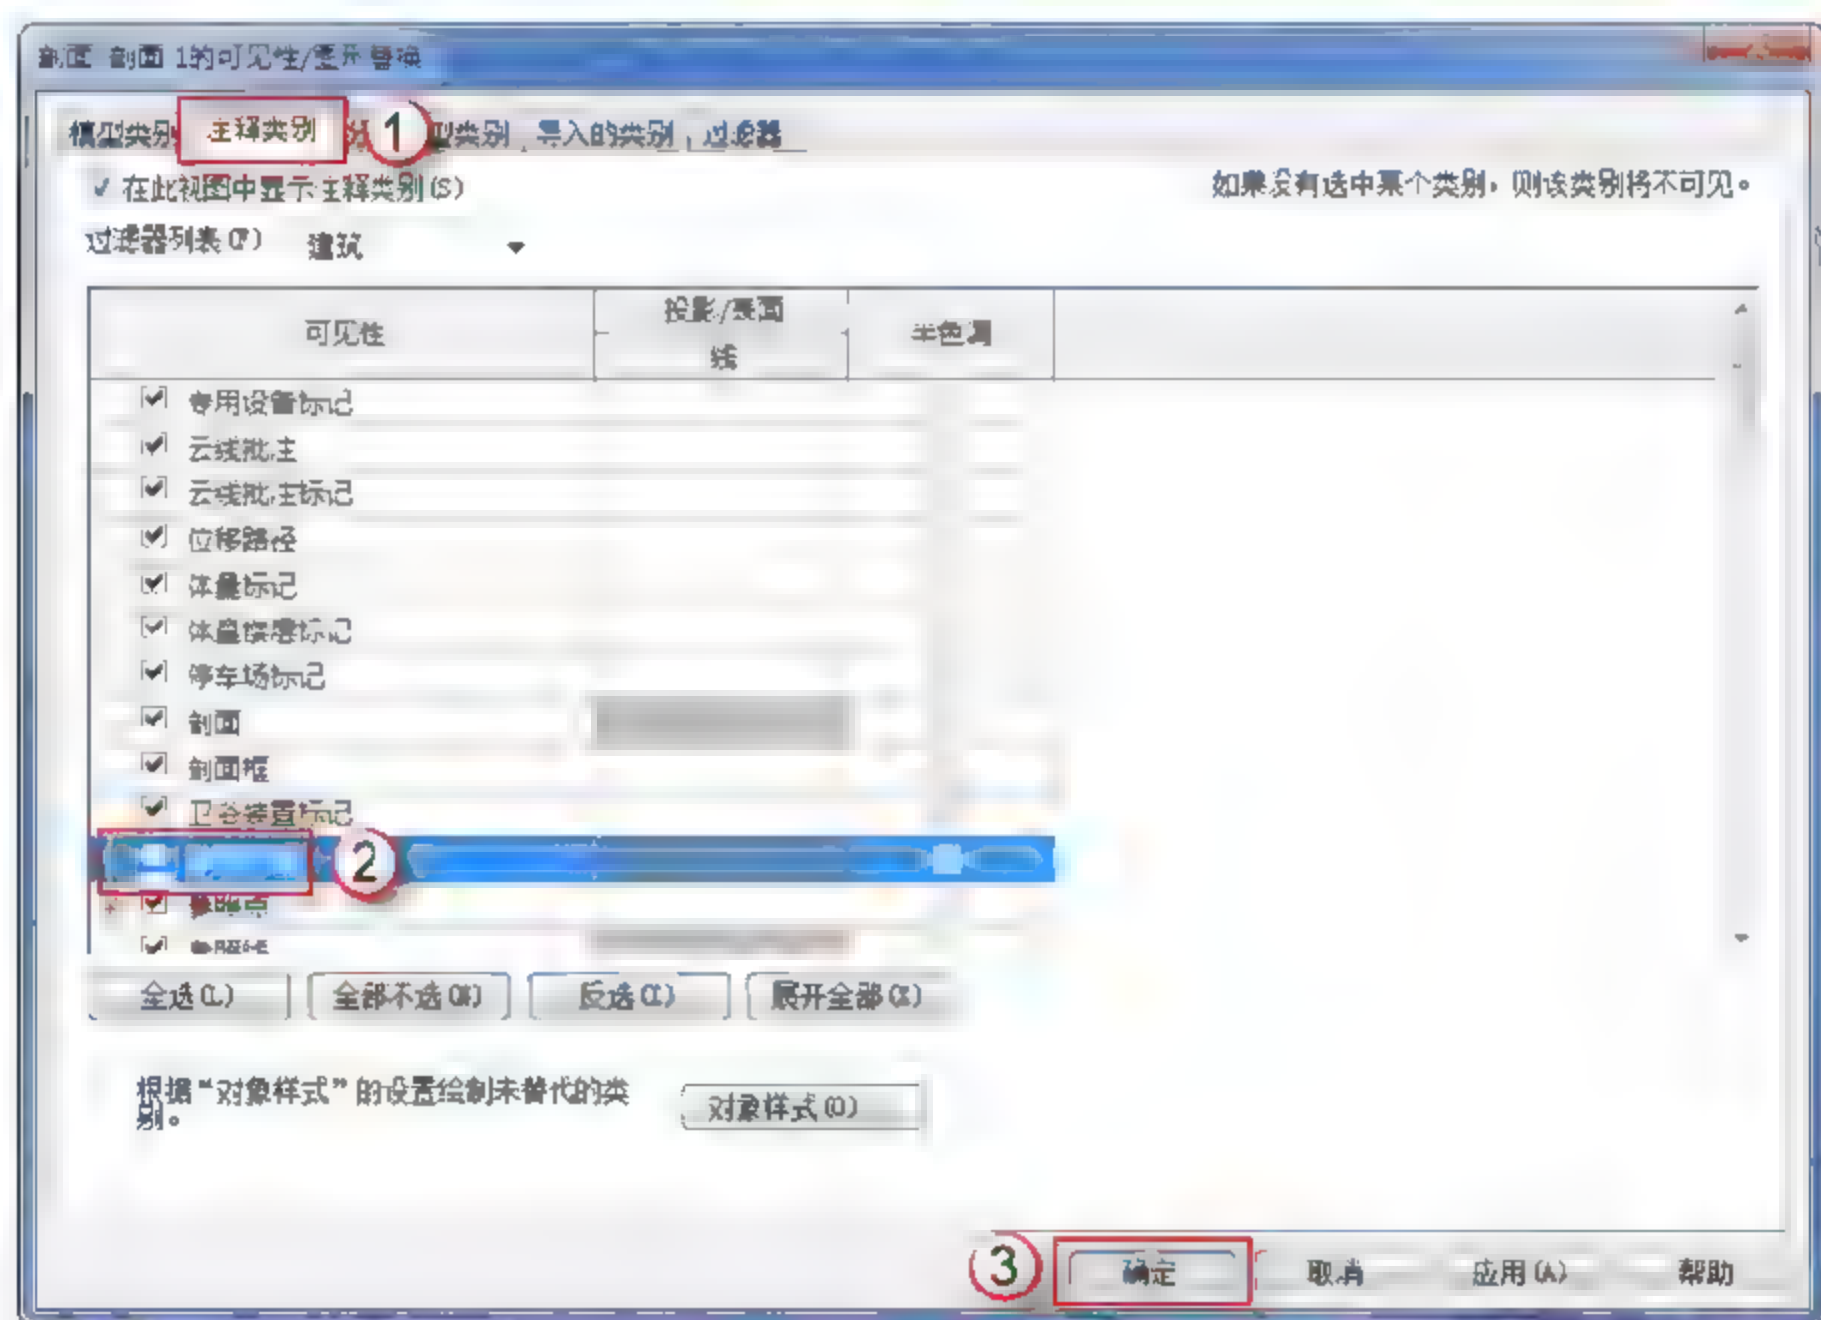

图 13.1.24 隐藏参照平面
(3) 隐藏参照平面。按两下快捷键 V, 在弹出的“剖面: 剖面1的可见性/图形替换”对话框中,选择“注释类别”选项卡,取消“参照平面”复选框的选择,单击“确定”按钮,如图13.1.24所示。